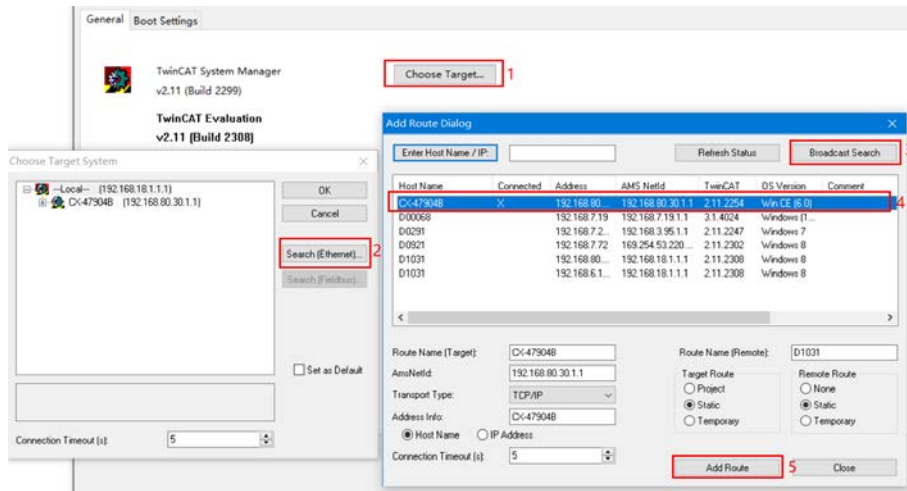

图 3.2 选择目标操作步骤
4) 新建的项目中，点击图标  或点击主页的【Choose Target...】→ 选择【Search(Ethernet)】→ 点击【Broadcast Search】→ 选择以 CX 开头的名称且地址为目标地址 → 点击【Add Route】，如图 3.2 所示的步骤，即可将该设备添加为目标系统。